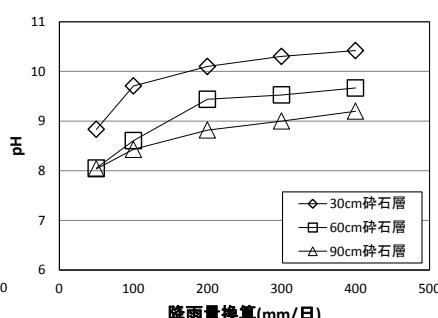

図4 碎石層高さ別pH変動
- 碎石層の充填高さを高くする（2回繰り返したもの60 cm、3回のものを90 cmと定義する）ことにより十分な中和能が得られる（図4）。